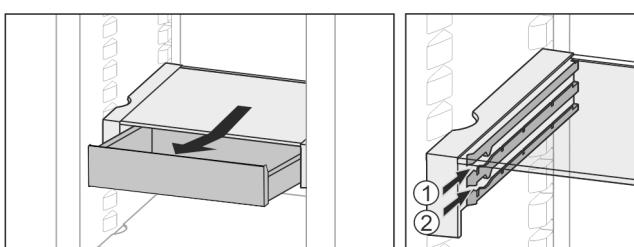

Fig. 34
► Вставити на будь-якій висоті Fig. 34 (1) або Fig. 34 (2).